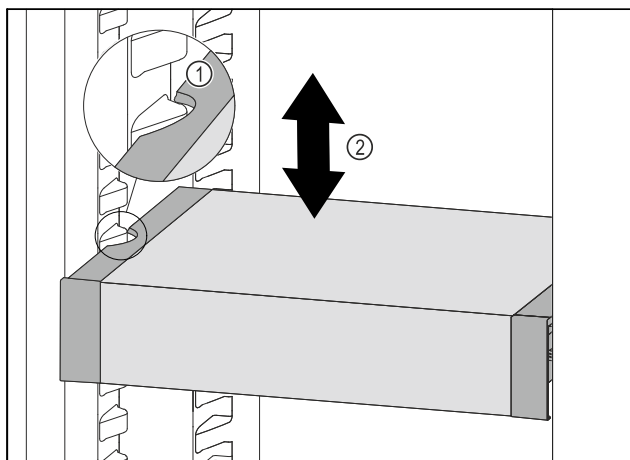

Fig. 136
- Húzza előrefelé a VarioSafe fiókot annyira, hogy a VarioSafe oldalsó kivágásai a hűtőrészben a tartóborda magasságában legyenek. Fig. 136 (1)
- A hűtőrészben a VarioSafe fiókot mozgassa felfelé vagy lefelé a kívánt magasság eléréséig. Fig. 136 (2)